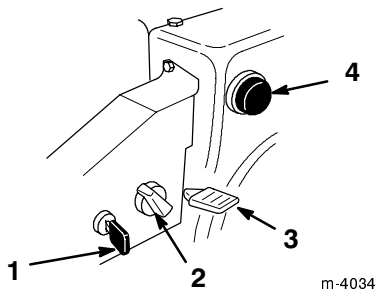

Figure 4
- **Clé de contact** (Fig. 4)—Insérez la clé dans le commutateur d'allumage avant de mettre le moteur en marche. Pour couper le moteur, retirez la clé de contact.
- **Starter** (Fig. 4)—Pour mettre en marche un moteur froid, tournez la commande de starter dans le sens des aiguilles d'une montre à la position "On" (en service). A mesure que le moteur se réchauffe, tournez progressivement le starter dans le sens contraire des aiguilles d'une montre à la position "Off" (hors service).
- **Commande d'accélérateur** (Fig. 4)—Déplacez la manette vers le haut pour augmenter le régime du moteur, ou vers le bas pour le réduire. Abaissez complètement la manette pour arrêter le moteur.
- **Amorçeur** (Fig. 4)—Appuyez sur l'amorçeur pour envoyer une petite quantité d'essence dans le moteur afin de faciliter le démarrage par temps froid.
2. Retirez la clé de contact du commutateur d'allumage (Fig. 4).
3. Enlevez le bouton de starter (Fig. 4).
4. Tournez le starter en position "On" (en service) (Fig. 4).
5. Insérez la clé de contact (Fig. 4).
6. Couvrez l'orifice central de l'amorceur (Fig. 4) avec le pouce et appuyez lentement sur l'amorceur à trois reprises.
8. Dès que le moteur a démarré, tournez le starter (Fig. 4) à la position 3/4. A mesure que le moteur se réchauffe, tournez le starter à la position 1/2. Quand le moteur est suffisamment chaud, tournez le starter à la position "Off" (hors service).
6. Fermez le robinet d'essence (Fig. 4).